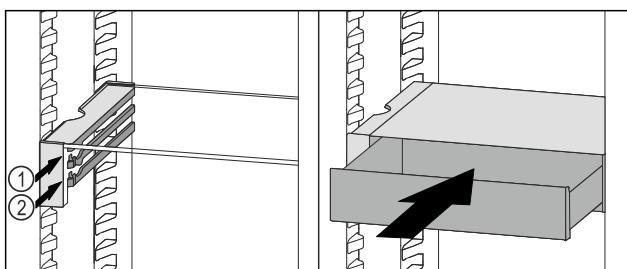

Fig. 126
- Установите выдвижной ящик VarioSafe за стопоры на требуемый выступ Fig. 126 (1) или Fig. 126 (2).